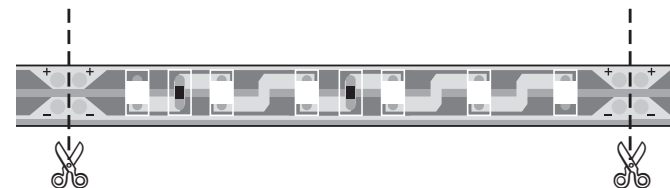

Bild 2
2. LED-Platine, falls erforderlich, kürzen (Bild 2).
1. LED-Platine, falls erforderlich, kürzen (Bild 2).
LED-Platinen können jeweils nach sechs LEDs getrennt werden (Bild 2).